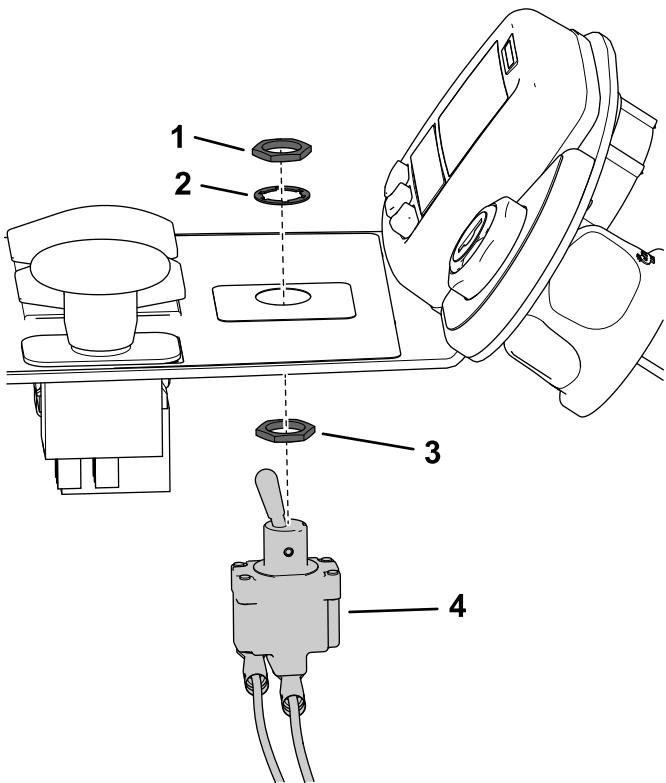

Bild 21
- Setzen Sie den Kippschalter von der Unterseite des Bedienfelds in das 13 mm große Loch, die richtige Ausrichtung der Sechskant-Sicherungsmutter und Scheibe finden Sie in **Bild 21**.